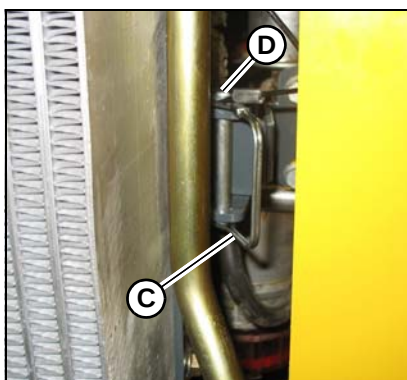

Figura 92 – Chiusura del radiatore
- a. Tirare verso il basso il blocco con perno a molla (C, Figura 92) per liberare il perno (D). Estrarre il perno (D) dalla staffa.
- c. Quando la manutenzione del motore è completa, rimettere il radiatore in posizione chiusa e fissarlo in sede con il perno (D). Perno di blocco (D) nella staffa con il blocco con perno con molla (C).